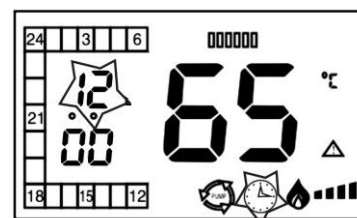
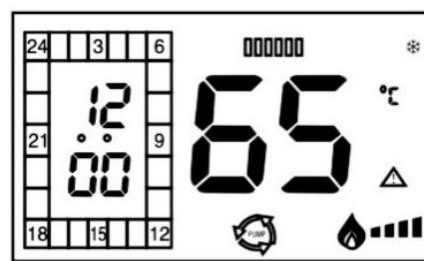

Рис.7
Рис.9
7. Подключить комнатный регулятор температуры при помощи двухжильного провода 2x0,75мм² к клеммам котла **беспотенциальный вход -220 вольт не подавать** (рис.7).
Когда котел находится в режиме отопления, нажатием кнопки [TIMER] включаем таймер, загорается индикатор таймера (рис.9) и котел начинает работать по времени установленному на шкале таймера. При повторном нажатии кнопки [TIMER] выключается индикатор таймера (рис.7), и котел продолжает работу в режиме отопления без учета времени.